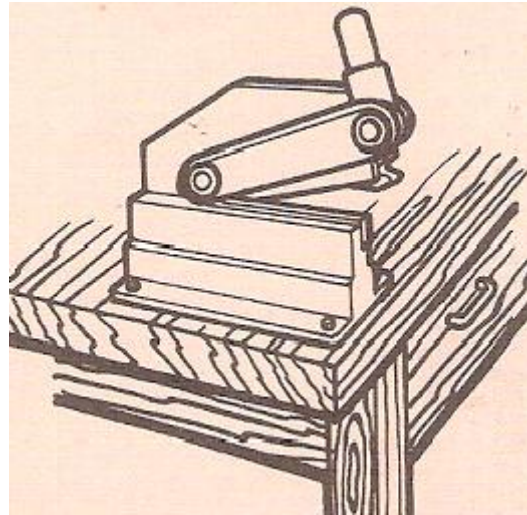

Fig.3
- **De cortar chapa.** En la (fig.3) se observa una pequeña cizalla de sobremesa para chapa fina solamente, por lo cual carece de tope.